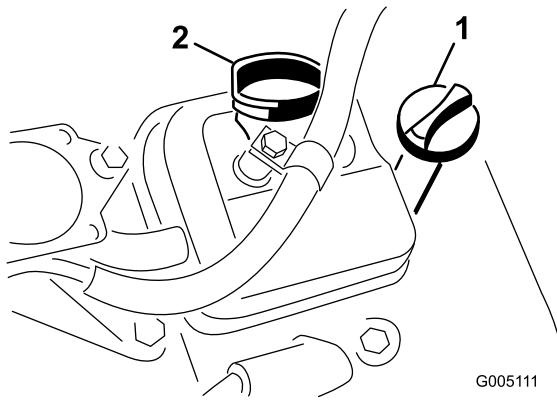

Figure 25
2. Dévissez la jauge et essuyez-la avec un chiffon propre. Revissez la jauge dans le tube en vérifiant qu'elle est enfoncee au maximum (Figure 25).